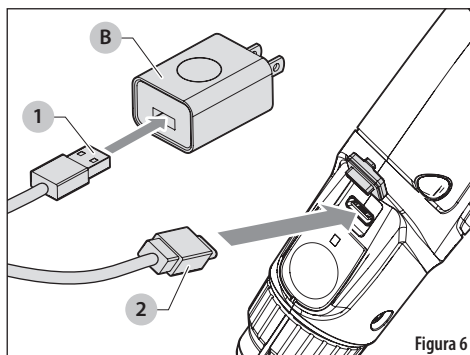

Figura 6
1. Conecte el cargador (B) a una toma de corriente adecuada.
2. Asegúrese de que el cable USB-C (1) esté completamente insertado en el cargador.
3. Inserte el otro extremo del cable USB-C (2) en el puerto de carga ubicado sobre el botón de encendido en el mango del atomizador eléctrico con varilla. Vea la Figura 6